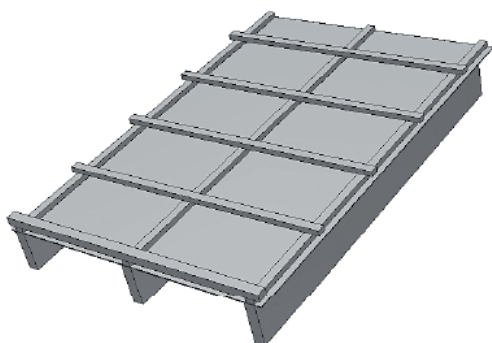

Bild 2.
2. Underlag av bärande panel (se bild 2):